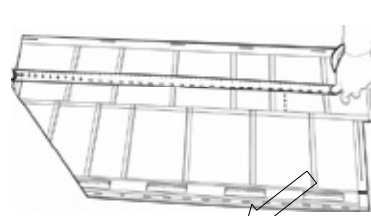

Figure 45
4. Par la suite, mesurer la distance horizontale du mur jusqu'à l'intérieur de la Moulure en J, en laissant 0,64 cm (1/4 po) puis transposer cette dimension sur le verso d'un panneau à l'aide d'un crayon. Voir Figure 45.